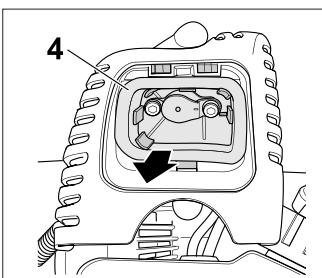

Fig. 19
- Retirar o filtro de ar (4), [Fig. 19]. Limpar o filtro com detergente e água. Deixar escorrer e secar completamente.